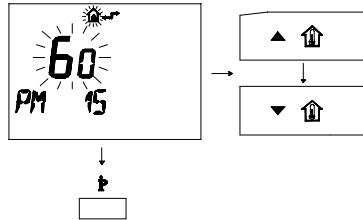

fig. 5.28
- 4 Modificare il *SET* programmato agendo sui pulsanti ▲ o ▼ fino a visualizzare un *set di 60*, aspettare che il numero programmato cominci a lampeggiare (fig. 5.28)